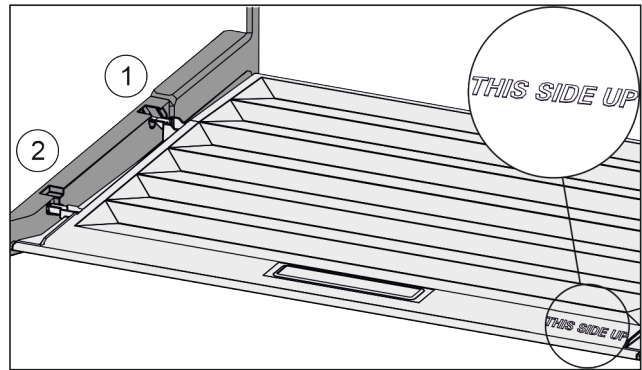

Fig. 84
- ▶ Вставить поперечные ребра крышки через отверстие заднего держателя *Fig. 84 (1)* и защелкнуть спереди в держателе *Fig. 84 (2)*.